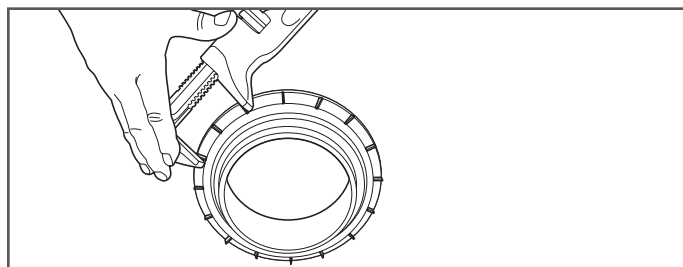

Figure 23-8
6. Du côté intérieur du puisard, vissez l'écrou de blocage sur le corps du raccord. Utilisez une clé à tuyau pour serrer correctement l'écrou de blocage (Figure 23-8).